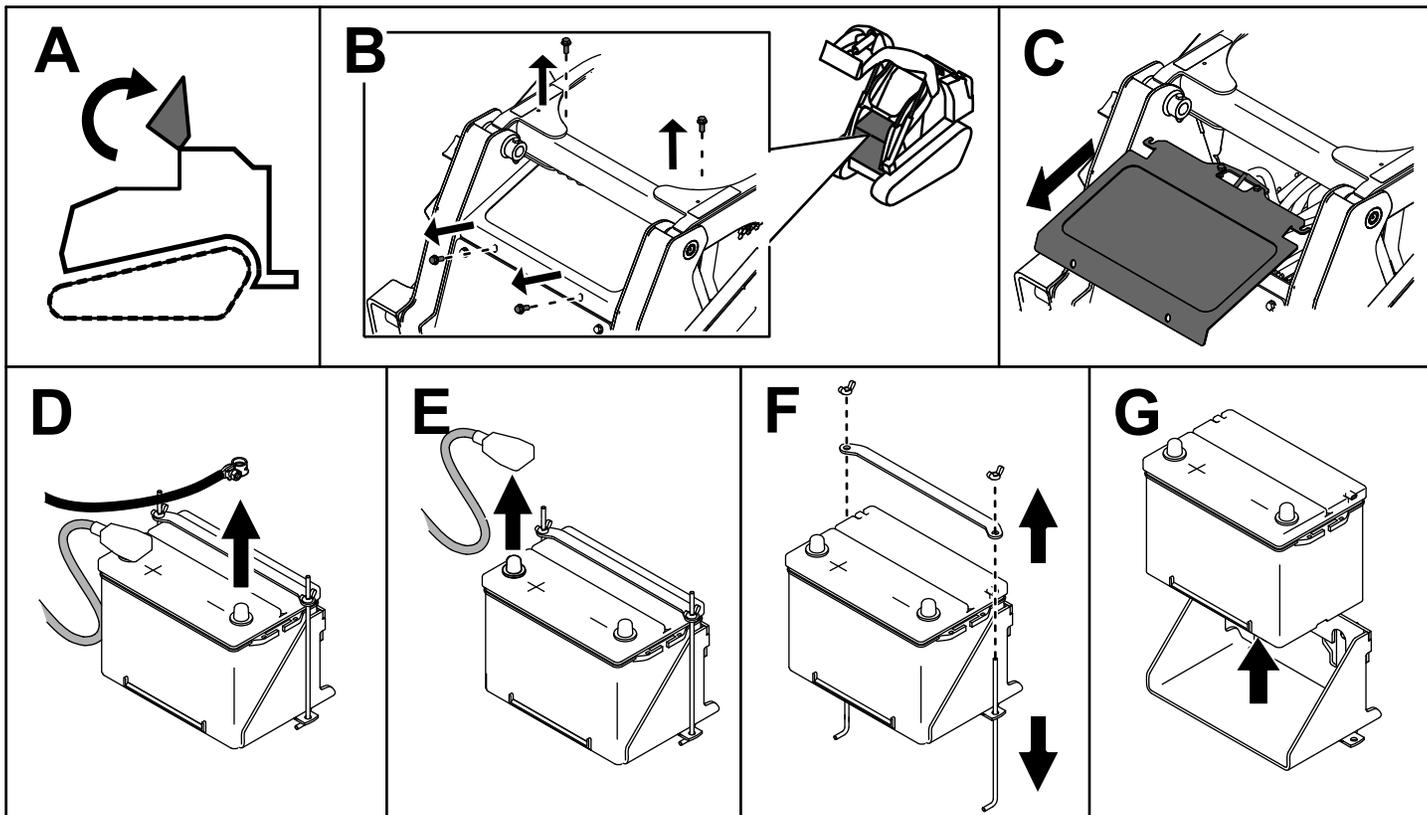

Рисунок 49
3. Снимите аккумуляторную батарею, как показано на Рисунок 49.